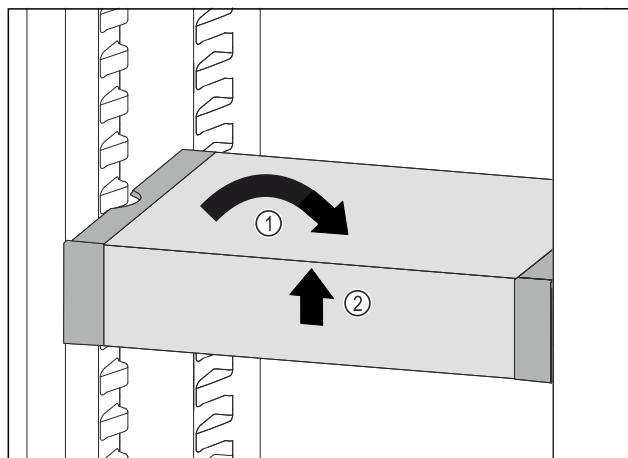

Fig. 74
- Poziționați drept VarioSafe. Fig. 74 (1)
- Ridicați în față VarioSafe. Fig. 74 (2)